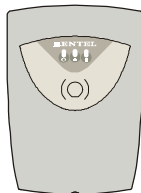

Fig. 3 - Lettori
- Lettore** I Lettori (vedi Fig. 3) sono i dispositivi per la lettura delle Chiavi Digitali. Possono essere di due tipi: Lettore di Prossimità PROXI-READER ed Inseritore ECLIPSE.